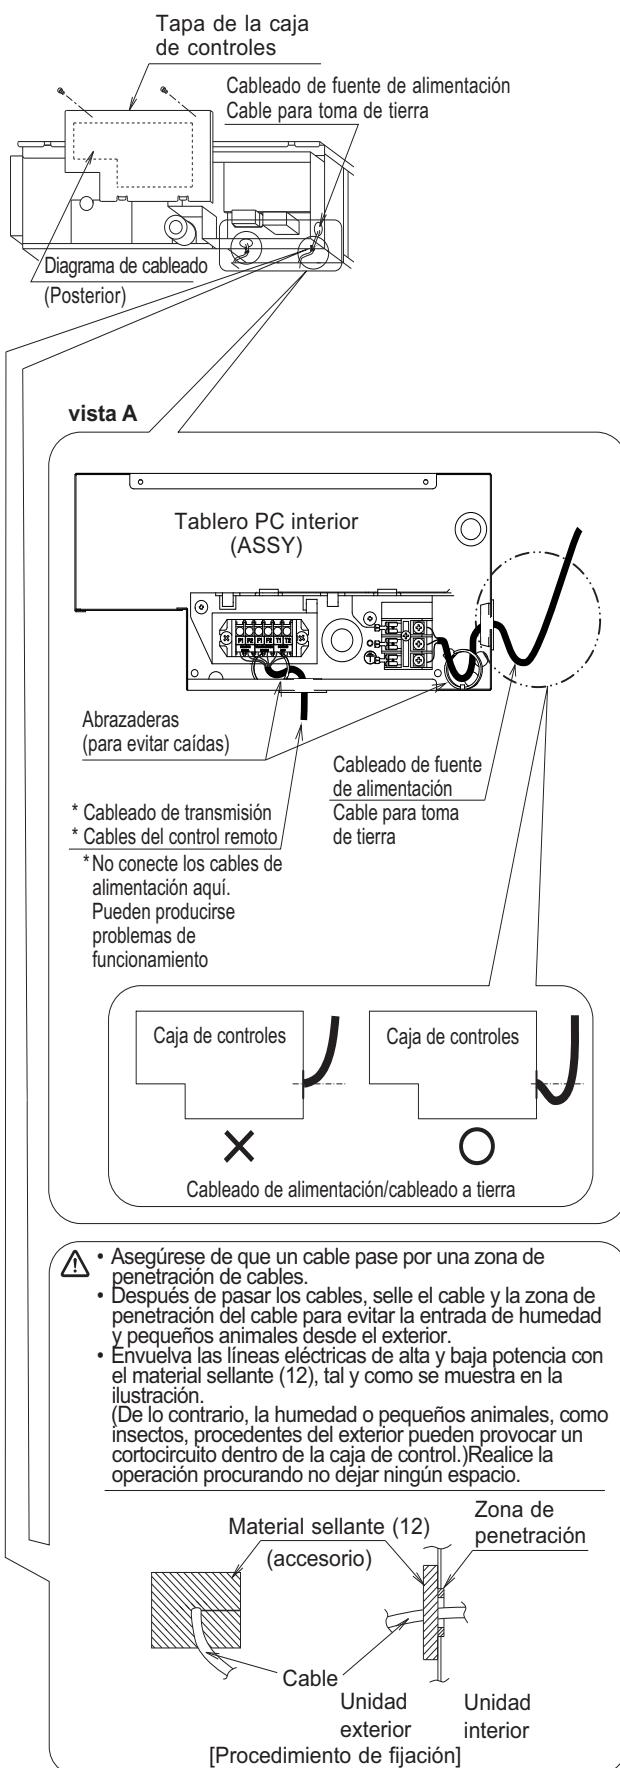

Fig. 17
- Asegure firmemente los cables con las abrazaderas (9) (10) disponibles como accesorios según se muestra en la Fig. 17, de manera que no se aplique tensión en las áreas de conexión de cables.
- Efectúe el cableado solamente tras retirar la tapa de la caja de control según se muestra en la Fig. 17, relativo a la vista A.